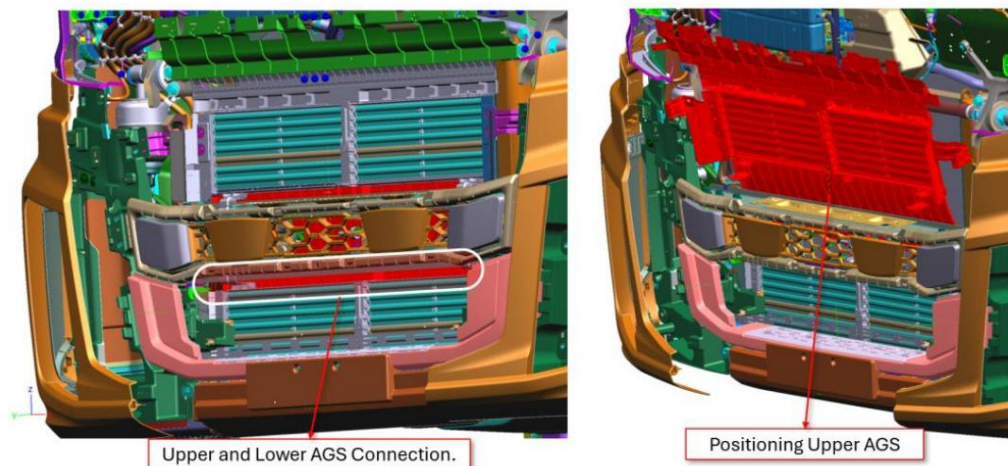

Figure 9 : Retrait de l'AGS supérieur.
13. Séparez l'AGS inférieur et l'AGS supérieur l'un de l'autre par des clips métalliques (la zone est indiquée sur la Figure 9 à gauche). Retirez l'AGS supérieur, placez l'AGS retiré sur une table plate. (Figure 9)